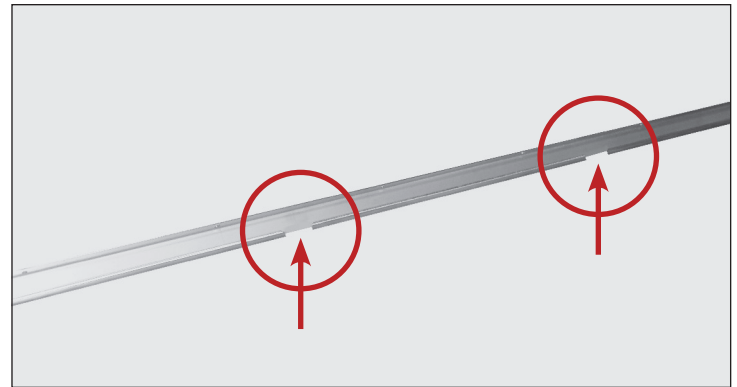

Abb. 1. Öffnungen in der Türschiene
- Die Türen wie nachfolgend beschrieben positionieren. Die positionierte Tür zum Entnehmen anheben. Dann das obere Türende nach hinten kippen, bis die Rollen aus der Türnut austreten. Anschließend die Türunterseite aus der unteren Nut herauskippen. Siehe Abb. 1 und 2.